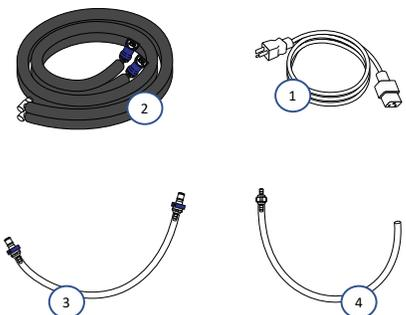

Figure 2. Kit de connexion Delta
2. **Kit de connexion (Figure 2)**